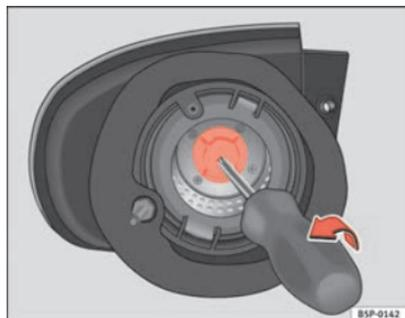

Fig. 194 Feu clignotant
- Retirez la douille d'ampoule du clignotant à l'aide d'un tournevis dans le sens de la flèche ⇒ fig. 194.